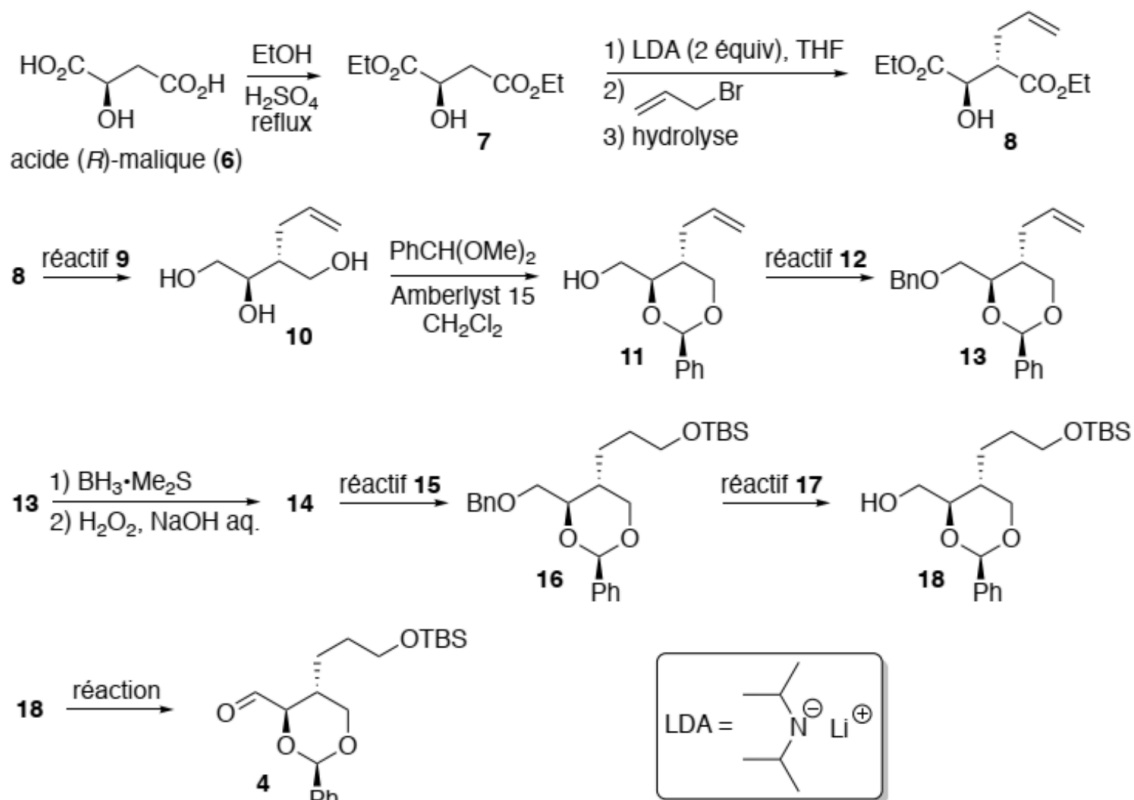

Figure 2 : Synthèse de l'aldéhyde **4** à partir de l'acide (R)-malique **6**
- Masses molaires de composés présentés dans la Figure 2 ($g \cdot mol^{-1}$) :
On s'intéresse dans ce problème à la synthèse d'un des précurseurs de la (+)-tubéactomicine, l'aldéhyde **4** réalisée, en plusieurs étapes, à partir d'une source de chiralité commerciale, l'acide (R)-malique **6** (Figure 2).
Notations utilisées dans la Figure 2 :
La transformation du diester **8** en triol **10** peut être réalisée en présence de tétrahydruroaluminate de lithium (LiAlH₄) dans le tétrahydrofurane (THF), suivie d'une hydrolyse acide (réactif **9** dans la Figure 2).